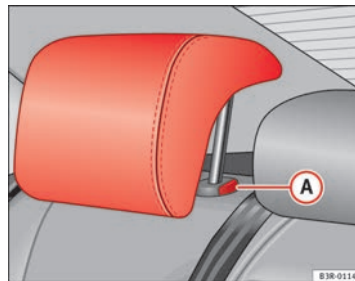

Abb. 113 Hintere Seitensitzplätze: Kopfstützen
- Drücken Sie den Knopf **A** ⇒ Abb. 113 und führen Sie die Kopfstütze nach unten.
- Drücken Sie auf die Taste **A** ⇒ Abb. 113 und ziehen Sie gleichzeitig die Kopfstütze heraus. ▶